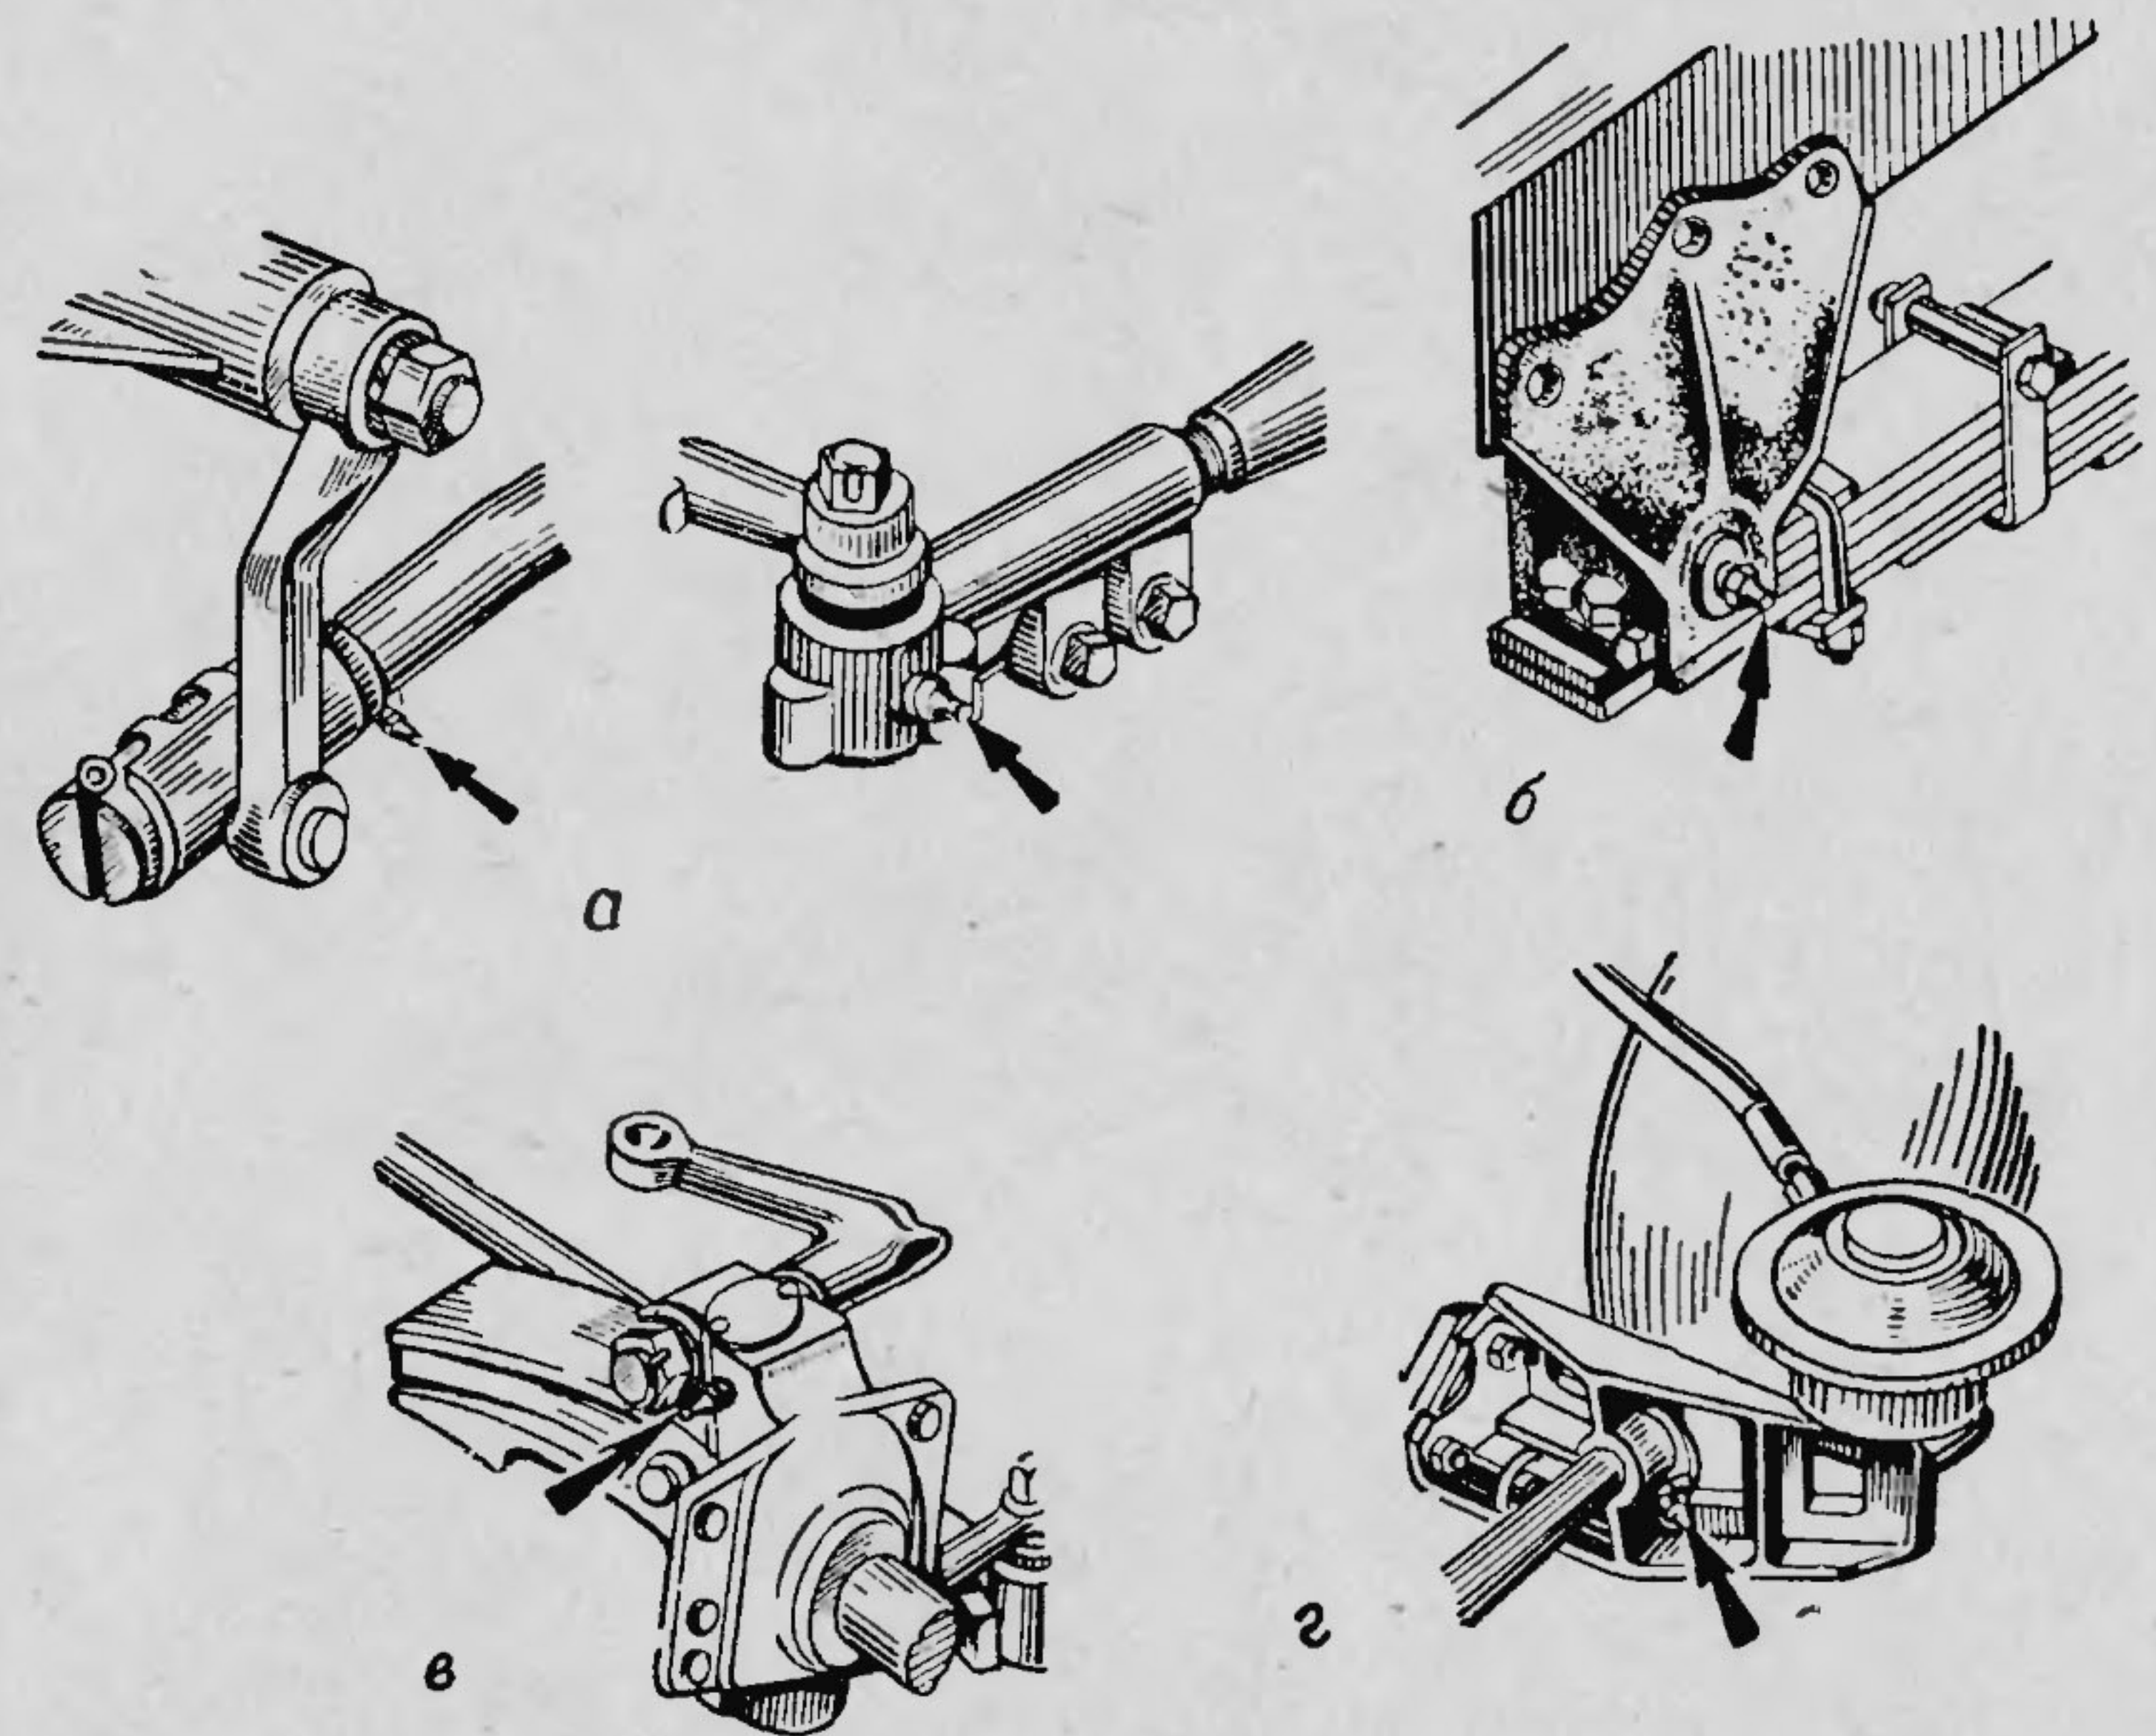

Рис. 17. Точки смазки смазкой УС-1 (пресс-солидолом), пресс-солидолом «С» или солидолом «С»:
47. Смазать смазкой УС-1 (пресс-солидолом) ГОСТ 1033—51, пресс-солидолом «С» или солидолом «С» ГОСТ 4366—64 (рис. 17):